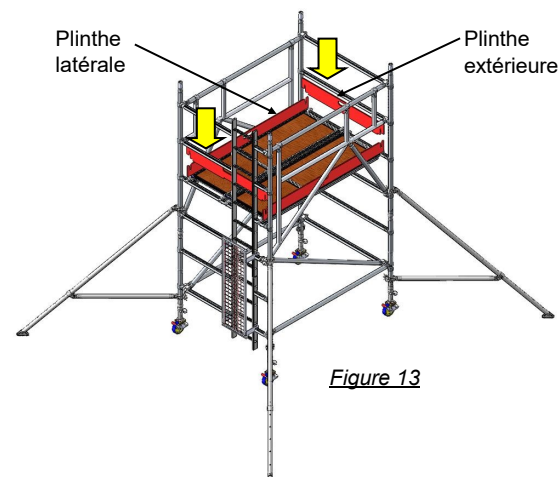

Figure 13
9. Installer les plinthes autour de la plate-forme de travail en commençant toujours par les plinthes latérales. (cf. Figure 13).